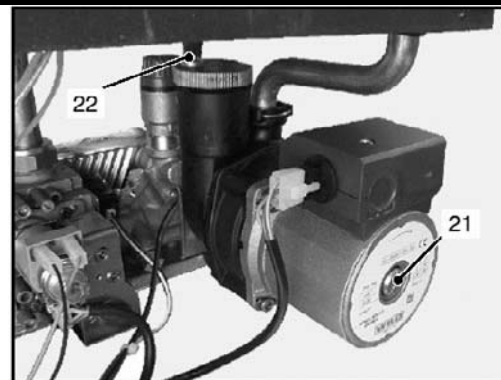

Fig. 6.2
- 3 Unscrew the cap on the automatic air purger valve 22 (Fig. 6.2) one full turn and leave open permanently.
- 6 Purge the air from the pump by unscrewing the pump plug 21 (Fig. 6.2); release the pump by turning the rotor in the direction indicated by the arrow on the information plate.
- 3 Отверните колпачок на автоматическом спускнике воздуха 22 (рис. 6.2) на 1 полный оборот и оставьте его в этом положении.
- 6 Спустите воздух из насоса, открутив винт 21 (рис. 6.2); разблокируйте насос, поворачивая ротор в направлении, указанном стрелкой на информационной табличке.